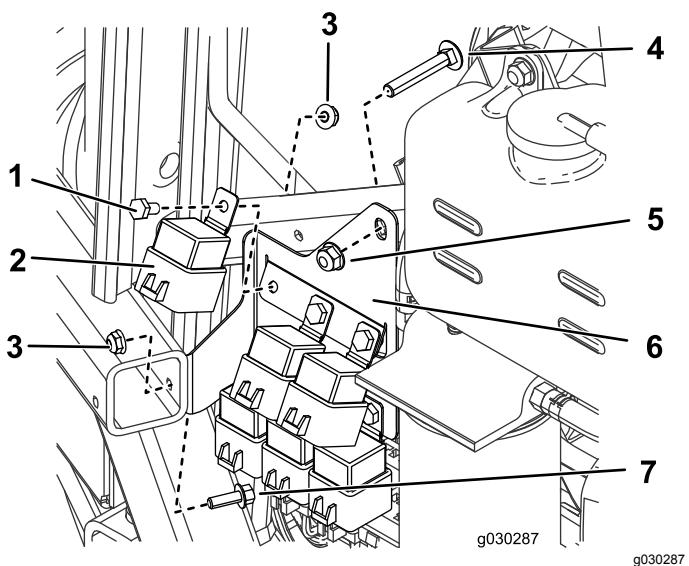

Рисунок 21
- 1. С правой стороны машины установите 6 реле на кронштейн реле при помощи 6 болтов (1/4 x 1/2 дюйма) и 6 гаек (1/4 дюйма), как показано на Рисунок 21.
3. Используя болт (1/4 x 3/4 дюйма), гайку (1/4 дюйма) и только что снятые болт с гайкой, установите кронштейн реле на машину (Рисунок 21).